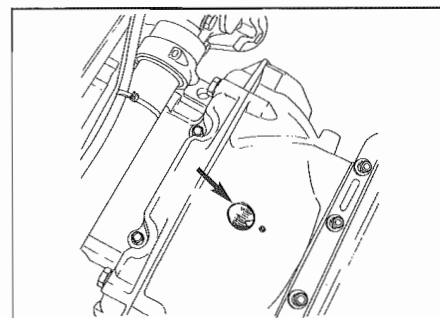

Fig. 134 - Riferimenti "PMS"
- PMS sul volano o sul convertitore di coppa (**Fig. 134**).
- Flywheel T.D.C. or torque converter (**Fig. 134**).